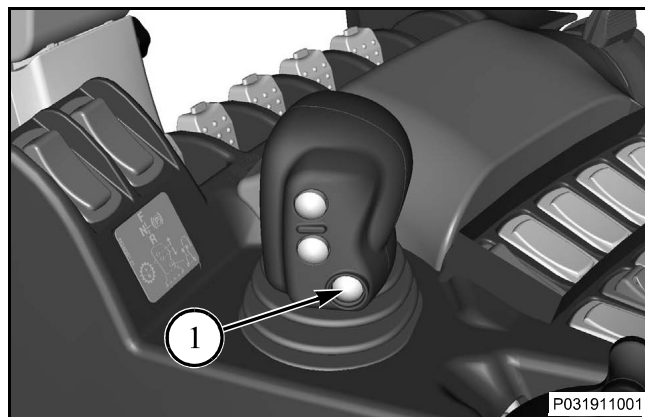

Figure 87
Figure 87: Activation du système de gestion des manœuvres en fourrière - Le chauffeur peut appuyer sur le bouton d'activation de fourrière (1) sur le levier de commande de changement de vitesse.